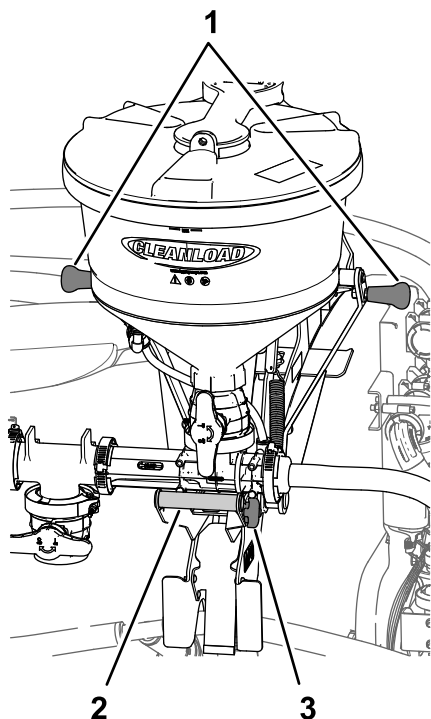

Figura 35
1. inei mânerul ejectorului i tragei mânerul clichetului de pe suportul clichetului (Figura 35 i Figura 36).
2. inei mânerul ejectorului din partea de sus a cadrului de susținere i mânerul ejectorului i tragei mânerul ejectorului până când clema arc se eliberează din tubul pivot (Figura 35 i Figura 37).